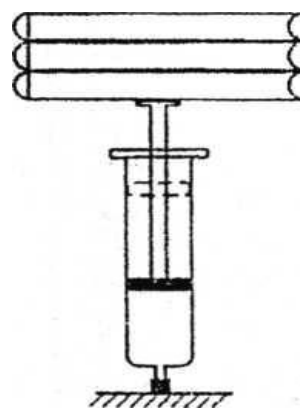

Рис. 2.
6. Придерживая шприц рукой, нагрузить ручку поршня массой m , $2m$ и $3m$ (книги¹) и фиксировать при этом объемы V_1 , V_2 и V_3 (рис. 2).